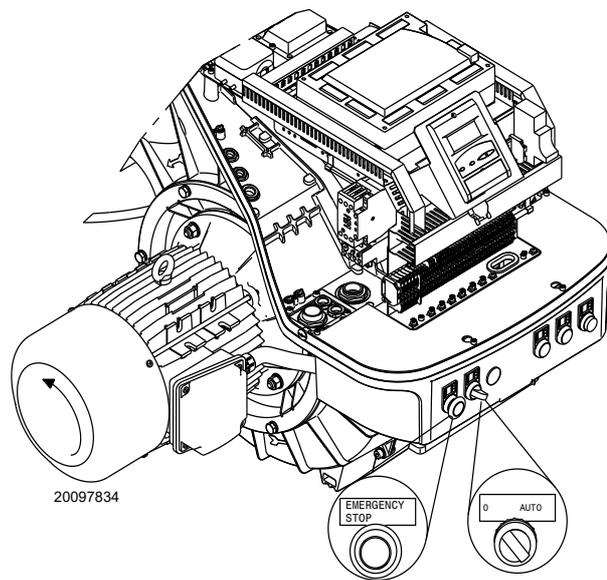

Fig. 28
Posizionare l'interruttore Fig. 28 in posizione "AUTO".
Se segnalano tensione, fermare **immediatamente** il bruciatore e controllare i collegamenti elettrici. Quando il bruciatore si avvia, verificare la direzione della rotazione del motore, come indicato in (Fig. 28).
- mettere l'interruttore di Fig. 28 in posizione "0" ed attendere che l'apparecchiatura esegua la fase di spegnimento;